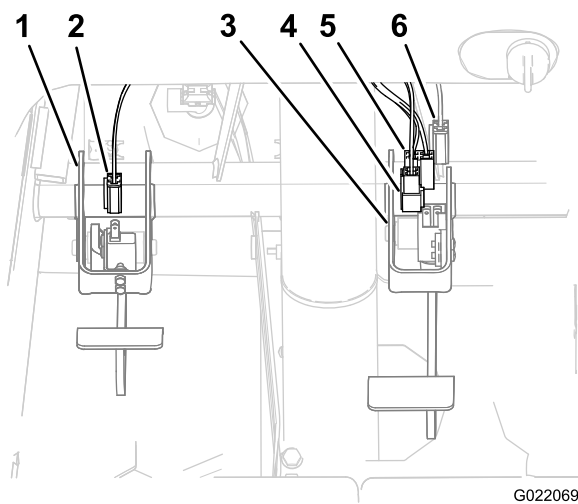

図 9
3. ハーネスの枝線（クラッチスイッチ用2ソケット・コネクタ付き）を、クラッチペダル用のサポートブラケットに沿って配設する（図 9）。